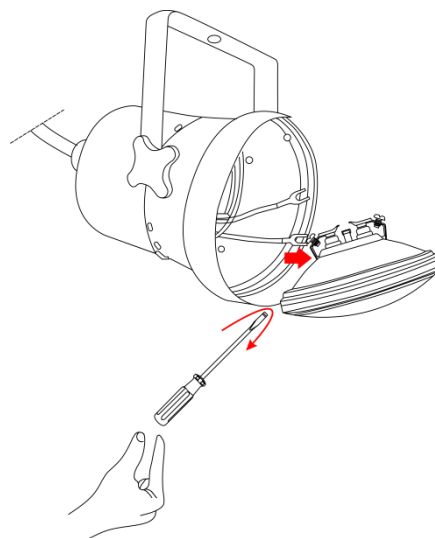

Fig. 06
- 05) Fissare i cavi di alimentazione principali con le viti e inserire un cacciavite a testa piatta nelle viti. Ruotare delicatamente verso destra per serrarli (Fig. 06).